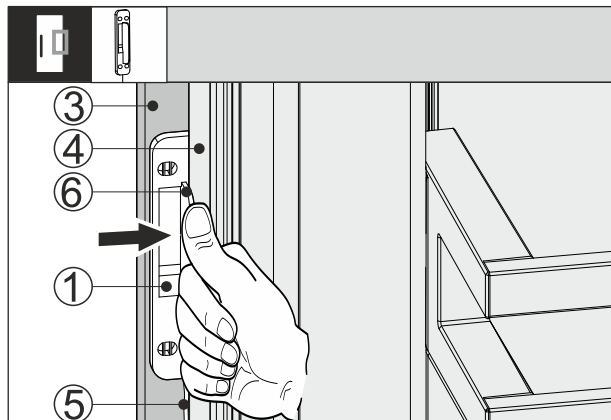

Fig. 66
- Pārbaudiet klauvējiena sensoru Fig. 66 (1) starp mēbeles priekšējo daļu Fig. 66 (3) un ierīces durvīm Fig. 66 (4), tā ka kabelis Fig. 66 (5) ir mazliet nospiests. Klauvējiena sensora atduris Fig. 66 (6) piekļaujas pie ierīces durvīm Fig. 66 (4).
- Piespiediet klauvējiena sensoru Fig. 66 (1) pie mēbeles priekšējās daļas Fig. 66 (3).
- ▷ Klauvējiena sensors Fig. 66 (1) ir pielīmēts. Klauvējiena sensora pielīmēšana optimizē klauvējiena signāla pārraidi.
Klauvējiena sensora Fig. 66 (1) nepārtraukta fiksācija palīdzina darbmūžu.
- Pieskrūvējiet klauvējiena sensoru Fig. 66 (1) ar komplektā iekļautajām skrūvēm pie mēbeles priekšējās daļas Fig. 66 (3).